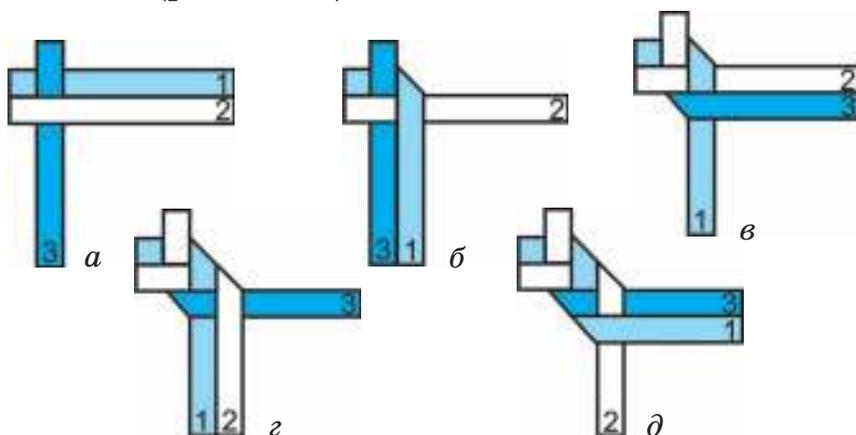

Рис. 86. Схема последовательности плетения «косички» из трёх соломок
Последовательность выполнения плетёнки «косичка» из трёх соломок состоит из следующих этапов (рис. 86):
- берут три соломки, связав их концы в пучок, и укладывают, как показано на рисунке (рис. 86, *а*);
- соломку *1* перегибают поверх соломки *2* и выравнивают параллельно соломке *3* (рис. 86, *б*);
- перегибают соломку *3* поверх соломки *1* к соломке *2* (рис. 86, *в*);
- соломку 2 перегибают поверх соломки 3 к соломке 1 (рис. 86, з);
- далее соломку 1 перегибают поверх соломки 2 к соломке 3 (рис. 86, д).
2. Выполните плетение «косички» (см. рис. 86).